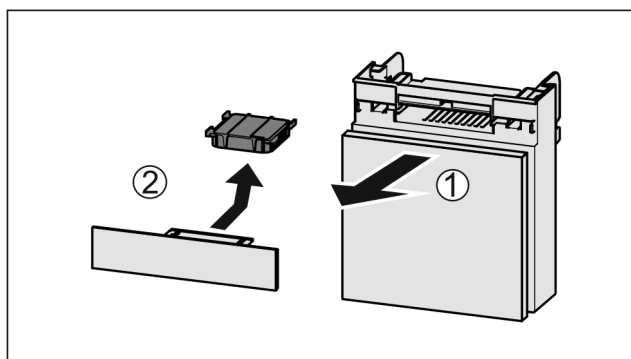

Fig. 177
- Dra ut Fig. 177 (1) lådan framåt.
- Ta ut Fig. 177 (2) aktivtkolfiltret.